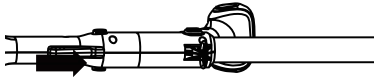

Fig. 1
- a. Alinee e inserte el eje central en el eje superior, asegurándose de que esté en la posición correcta como se muestra. La parte saliente y la ranura deben coincidir, de lo contrario, los ejes no encajarán. (Fig. 1)